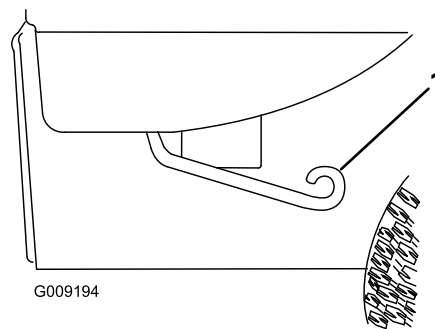

Figura 17
1. Com a alavanca em cada um dos lados, levante a caixa (Figura 17).